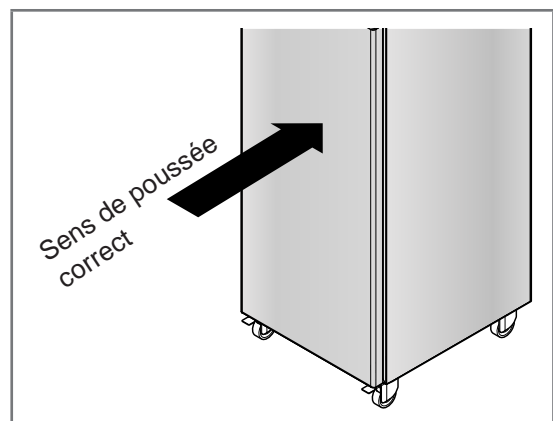

Fig 3.3 - Déplacement sur roulettes
- en le poussant lentement par l'avant (Fig. 3.3), de manière à maintenir la porte fermée pendant le déplacement ;